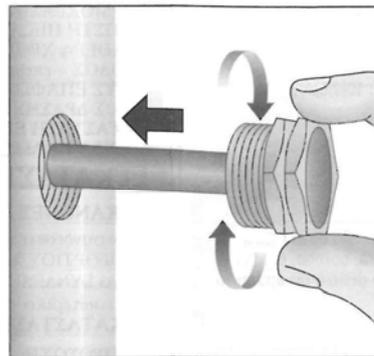
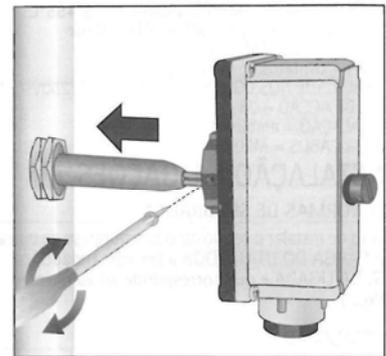

fig.3
fig.4
A) Vedere fig.3 e fig.4
A) See fig.3 and fig.4